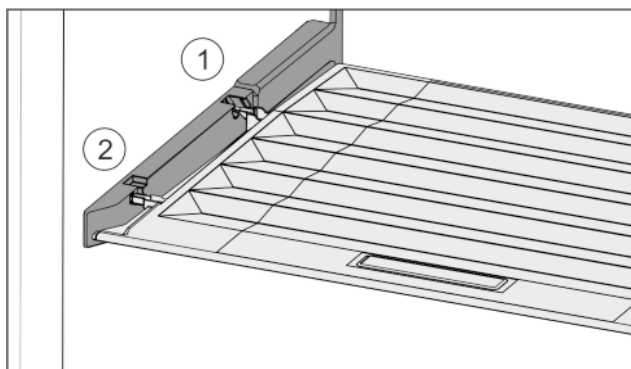

Fig. 34
- ▶ Výstupky víka zavedte do zadních držáků Fig. 34 (1) a vpředu zaklesněte do držáku Fig. 34 (2).